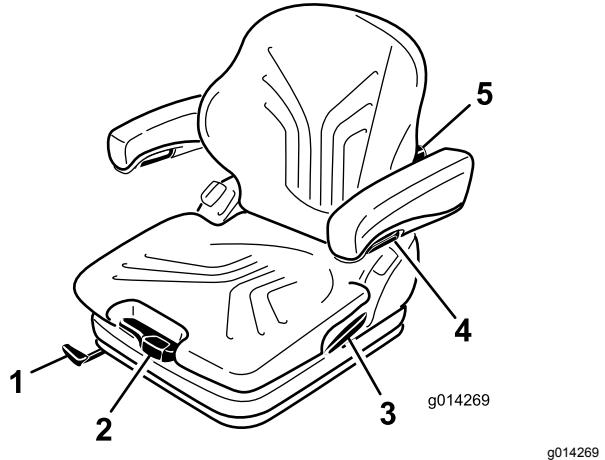

図 13
そして、体重調整レバーを使って自分の体重に合わせます図 13。
1. 調整は、レバーを上げてシートのロックを解除して行います図 13。
調整ノブを上に回すと背もたれクッションの上側部分の湾曲が変化します。調整ノブを下に回すと背もたれクッションの下側部分の湾曲が変化します図 13。
アームレストの高さを調整するには、カバーについている丸いキャップ図 13を外し、裏側にある六角ナット13mmをゆるめて高さを調整し、その位置でナットを締めつけます。ナットにキャップを取り付けます。
アームレストの角度はノブを回して調整します図 13。
ロックレバーを引いてバックレストキャッチを外します(図13)。この時、バックレストにもたれかかるなどして力を掛けないようにしてください。